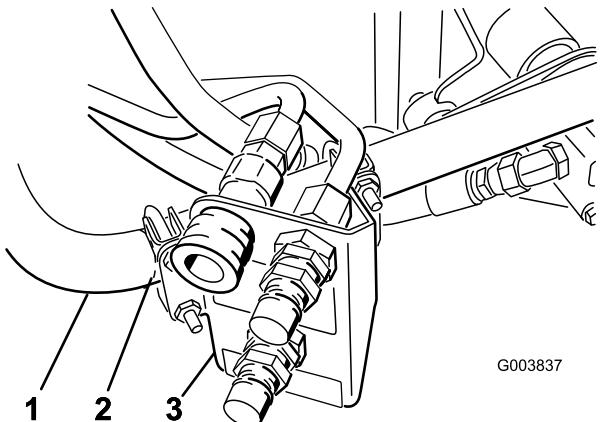

**Figure 10**
**Remarque:** Ne serrez pas les écrous à ce stade. Le support de raccord doit être desserré pour installer les conduites hydrauliques (Figure 10).